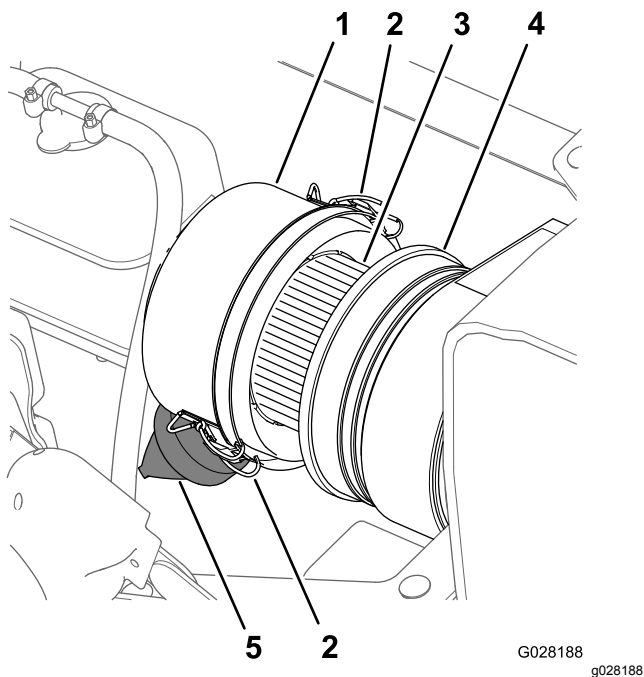
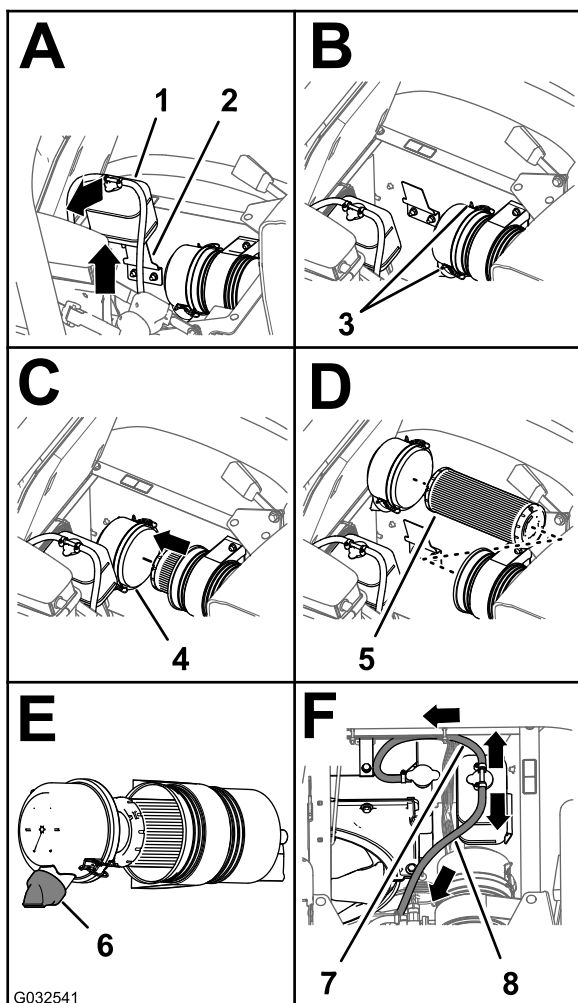

Figure 68
Figure 69
3. Nettoyez le capuchon antipoussière et le boîtier du filtre à air (Figure 68).
4. Recherchez sur le boîtier du filtre à air des dommages susceptibles d'occasionner des fuites d'air (Figure 68).
5. Pressez la valve à poussière pour éliminer les saletés, la poussière et les débris (Figure 68).
7. Vérifiez que l'élément du filtre à air ne présente pas de dépôts excessifs de poussière, saleté ou débris (Figure 68).
8. Reposez le capuchon antipoussière sur le boîtier du filtre à air et fixez-le en place avec les 2 attaches (Figure 68).
2. Nettoyez le capuchon antipoussière et le boîtier du filtre à air (Figure 68).
3. Soulevez le réservoir de trop-plein de liquide de refroidissement pour le déposer de son support (Figure 69).
- Desserrez les 2 attaches qui fixent le capuchon antipoussière sur le boîtier du filtre à air (Figure 69).
- Nettoyez l'intérieur du capuchon antipoussière, du boîtier du filtre à air et de la valve à poussière avec un chiffon humide (Figure 68 et Figure 69).
- Insérez l'élément filtrant neuf dans le boîtier du filtre à air (Figure 69).
- Reposez le couvercle sur le boîtier du filtre à air et fixez-le en place avec les 2 attaches (Figure 69).
Remarque: Vérifiez que la valve à poussière s'aligne bien entre les positions 5 et 7 heures vu de l'extrémité (Figure 69).
- Placez le réservoir de trop-plein du liquide de refroidissement en face de son support et fixez solidement le réservoir (Figure 69).
Important: Vérifiez que le flexible de décharge de pression est dirigé vers l'avant et le bas et que le flexible d'évent du réservoir est dirigé vers l'arrière, comme montré à la Figure 69.